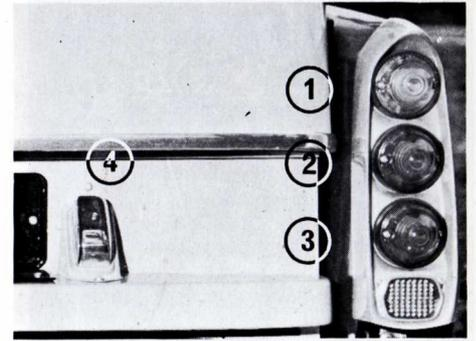

Fig. 41 - Feux arrière
Déposer le couvercle transparent (2 vis à dévisser) (v. fig. 41).
- *Arrière (Fig. 41).*